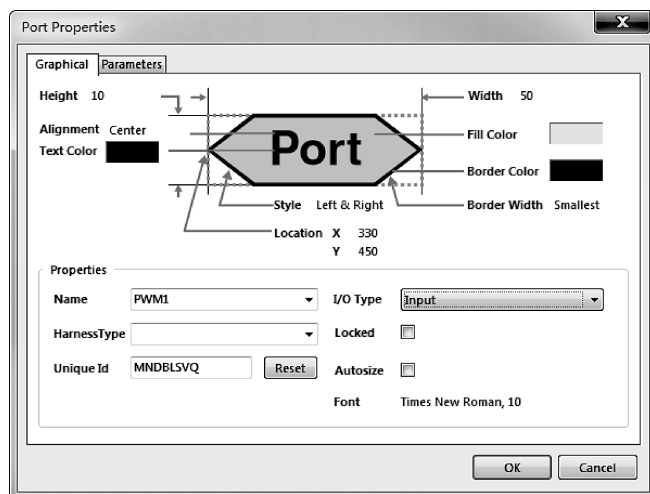

图 5-1-13 将端口名称变为 PWM1，I/O 类型变为 Input
② 在 Port Properties 对话框的 Name 编辑框中输入 PWM1。
③ 在 Port Properties 对话框的 I/O Type 下拉菜单中选择 Input，如图 5-1-13 所示。